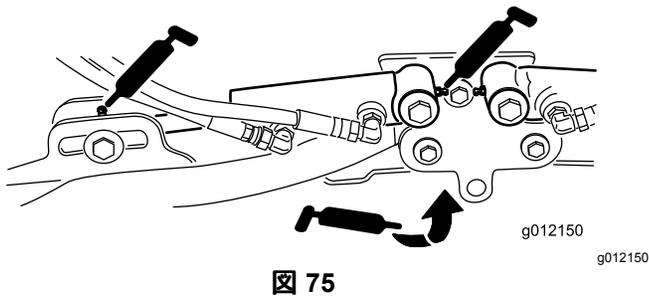

図 75
- 昇降アームのシリンダ各Cuttingユニットの2ヶ所 図 75
- 昇降アームのピボット各アームに1ヶ所 図 75